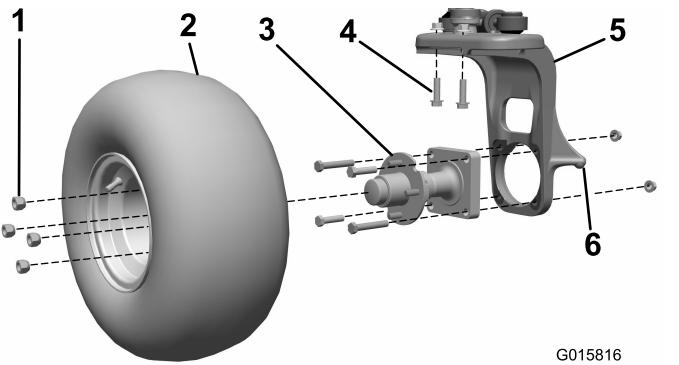

図1
1. キャスタフォークの吊り上げ部を使ってユニットを吊り上げる図1。
2. ホイールのハブからほいーるアセンブリを外す。ラグナットは捨てないこと図1。
3. ホイールハブをキャスタフォークに固定しているボルト4本とナット2個を取り外す図1。外したものはすべて廃棄する。
4. バーチカルステアリングピボットをキャスタフォークに固定しているボルト2本とナット2個を取り外す図1。外したものは廃棄する。